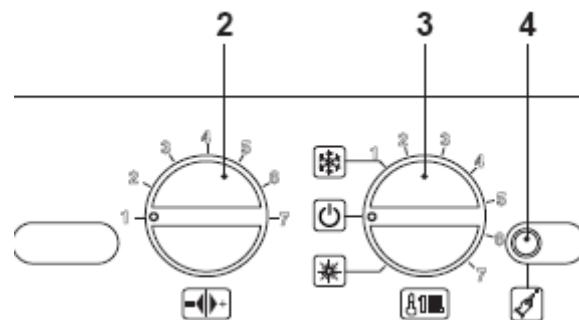

рис. 5.43
- Чтобы выйти из программирования, установите переключатель функций/ручку регулирования температуры 3 как показано на рис. 5.43.